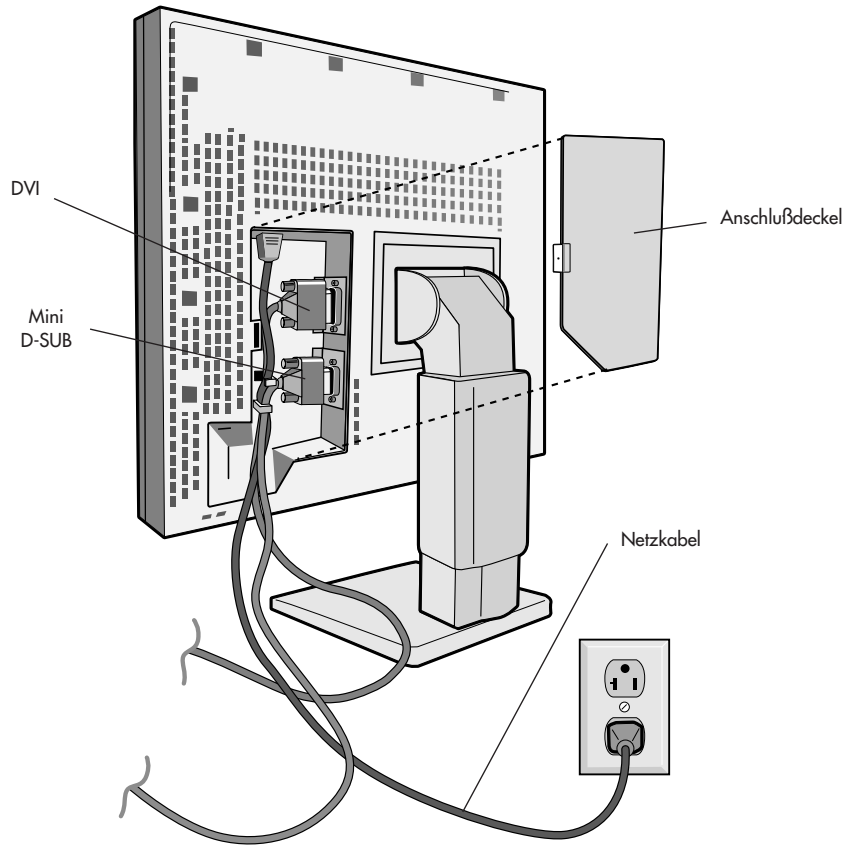

Abbildung C.1
3. Entfernen Sie die Abdeckung vom Anschluss. Schließen Sie das DVI-Signalkabel an den Anschluss auf der Rückseite des Monitors an. Schließen Sie das 15-Stift Mini D-SUB-Signalkabel (nicht mitgeliefert) an den Anschluss auf der Rückseite des Monitors an. Stecken Sie das Videosignalkabel ein. (**Abbildung C.1**). Setzen Sie die Abdeckung vom Anschluss wieder ein.
4. Schließen Sie das eine Ende des Netzkabels an den AC-Anschluß auf der Rückseite des Monitors und das andere Ende an die Netzsteckdose an (**Abbildung C.1**).